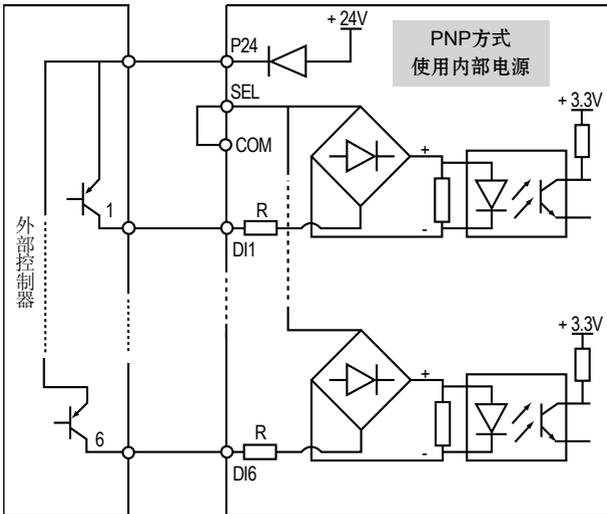

图 4-12 使用内部 24V 电源时 PNP 型信号（漏极）输入接线示意图
4. 使用驱动控制器内部+24V 电源，外部控制器为 PNP 型的共发射极输出的连接方式，接线如图 4-12 所示。（注意去除 SEL 与 P24 端子间的短路片）